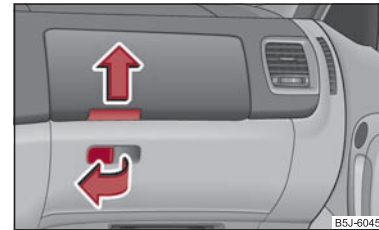

Abb. 77 Schalttafel: Ablagefächer auf der Beifahrerseite
- Ziehen Sie den Griff der Klappe in Pfeilrichtung ⇒ Abb. 77 und klappen Sie diese auf.